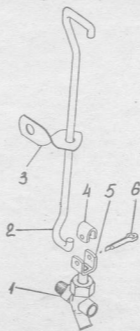

Рис. 5. Краники сливные системы охлаждения:
11. Отвернуть болты с шайбами крепления скоб 3 (Рис. 5) крепления стержней 2 привода управления сливными кранами, выдвинуть наружу стержни и отвернуть сливные краны системы охлаждения и снять краны. (Ключи гаечные открытые 10 и 12 мм).